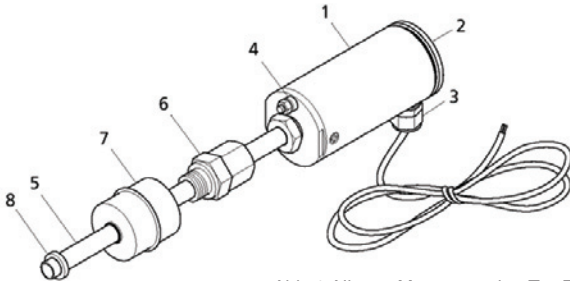

Abb. 1: Niveau-Messwertgeber Typ FFG
Der Aufbau des Messwertgebers ist als Ausführung mit Einschraubkörper in Abb. 1 dargestellt. Im Sondenkopf (1) befindet sich der durch den Deckel (2) geschützte Anschluss- und Justagebereich. Der elektrische Anschluss erfolgt über eine M16 x 1,5-Kabelverschraubung (3) oben am Sondenkopf und den Erdungsanschluss (4) unten am Sondenkopf. Auf dem Sondenrohr (5) sitzt zur höhenverstellbaren Montage im Behälter ein Einschraubkörper (6) (Schneidringverschraubung G 1/2, SW 27) oder ein Flansch (nicht dargestellt). Der Schwimmer (7) dient der kontinuierlichen Messung der Produktfüllhöhe oder Trennschicht und wird durch einen Stelling, Sicherungsring (8) usw. auf dem Sondenrohr gehalten.